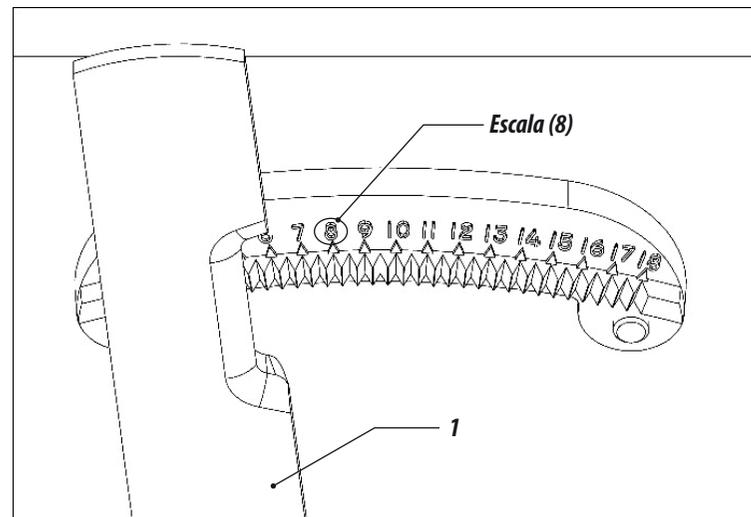

Figura 16
- 06- A alavanca de regulagem da semente (1) deve ser regulada no número 8 da escala e no furo 1 do registro da semente. (FIGURA 16).